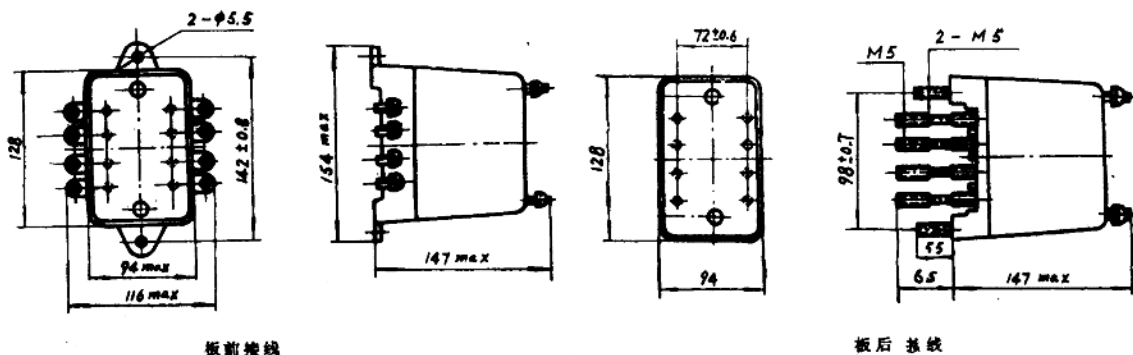

图2 外形及安装尺寸图
12、继电器的外形及安装尺寸图示图2。
5、由动作电流与制动电流的比值所决定的制动系数 K_z 可以在广泛的范围内变化，图2的制动特性 $AW_p = f(AW_z)$ 是其极限范围，它与工作电流和制动电流间的相位角有关，但无论在任何角下都不应越出曲线的范围。